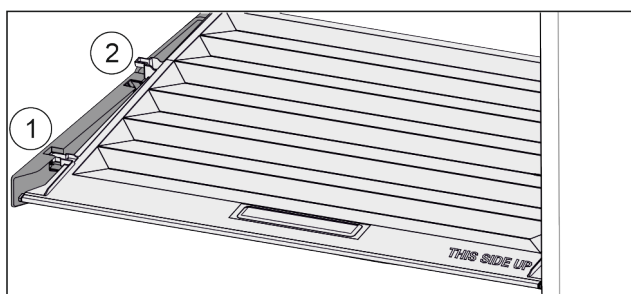

Fig. 137
- ▶ Veko potiahnite dopredu až k otvoru v prídržných dieloch Fig. 137 (1).
- ▶ Vzadu ho nadvihnite zospodu a zložte smerom nahor Fig. 137 (2).